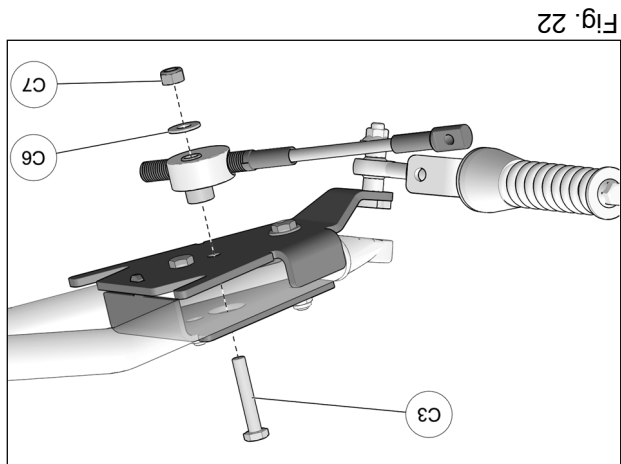

Fig. 22
11. Passer le boulon (C3) par l'ouverture du couverc de l'ancrage et l'insérer dans le trou central de l'ancrage. Positionner l'extrémité en aluminium du limiteur de conduite au boulon (C3). Utiliser la rondelle (C6) et l'écrou (C7) pour fixer le limiteur de conduite en place. Serrer l'écrou à un couple de 50 N•m [37 lb•pi]. Fig. 22